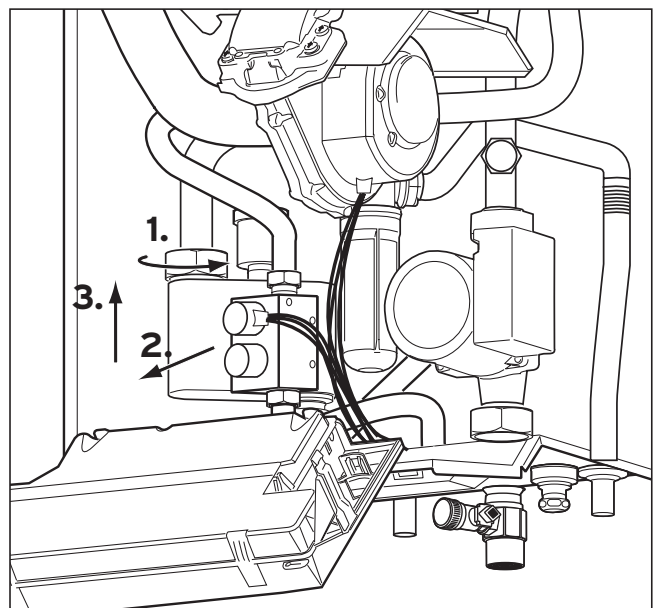

Abb. 7.7 Luftabscheider reinigen
- Demontieren Sie den Luftabscheider wie in Abb. 7.7 gezeigt und spülen Sie diesen mit heißem Wasser durch.